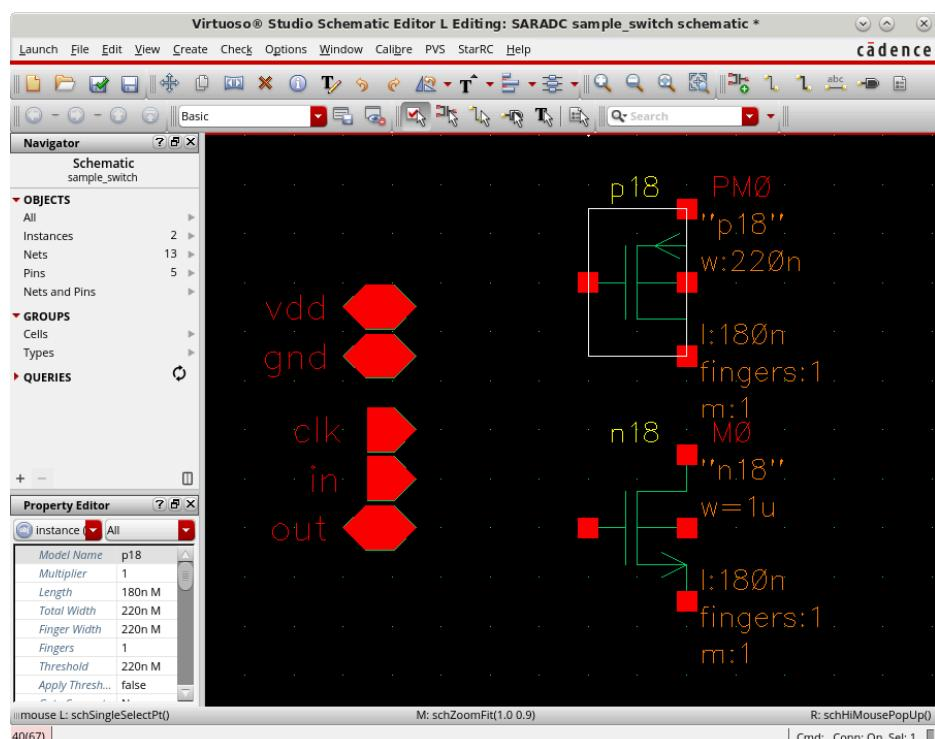

图 84 PMOS 实例化
4. 点击 Schematic 视图中的空白处，将 PMOS 实例化。如图 84 所示。然后按键盘上的 **esc** 键关闭对话框。